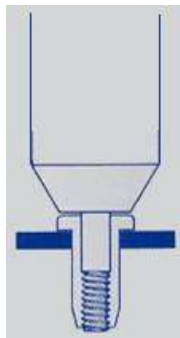

Fig.2
6. Visser doucement jusqu'à ce que la riveteuse touche le fond. (Fig. 2).